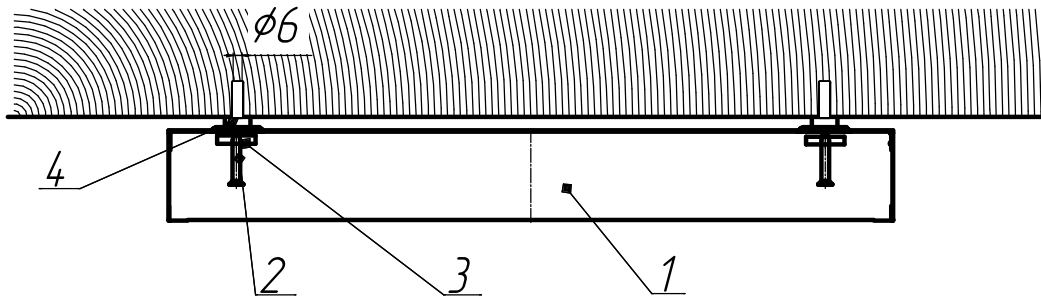

Рисунок 2 - Схема установки светильника
6.4 Закрепите светильник на опорной поверхности (рисунок 2), предварительно разметив точки крепления к опорной поверхности. Диаметр крепежных отверстий 6мм.